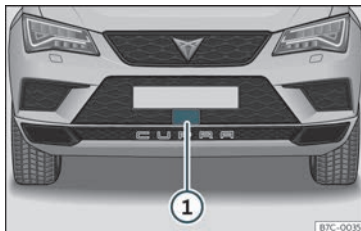

Fig. 212 No parachoques dianteiro: sensor de radar.
No parachoques dianteiro vai montado un sensor de radar para captar a situación do tráfico >>> **fig. 212 ①**.